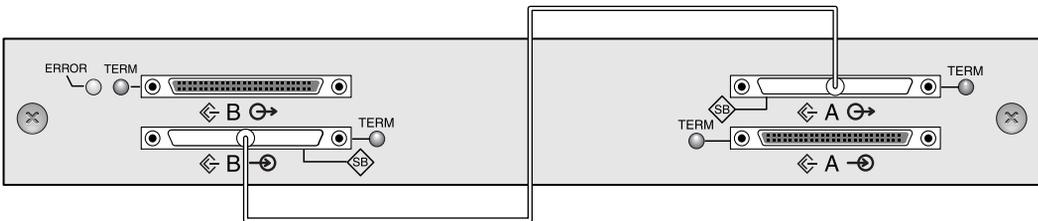

図 4-16 シングルバス拡張ユニットに必要なジャンパケーブルの配線
2. 拡張ユニットをシングルバス構成として構成するには、図 4-16 に示すように、左下と右上の SCSI ポート間を SCSI ジャンパケーブルで接続します。ケーブルジャックのねじを 6 回時計回りに回して締め、正しく接続され動作するようにします。